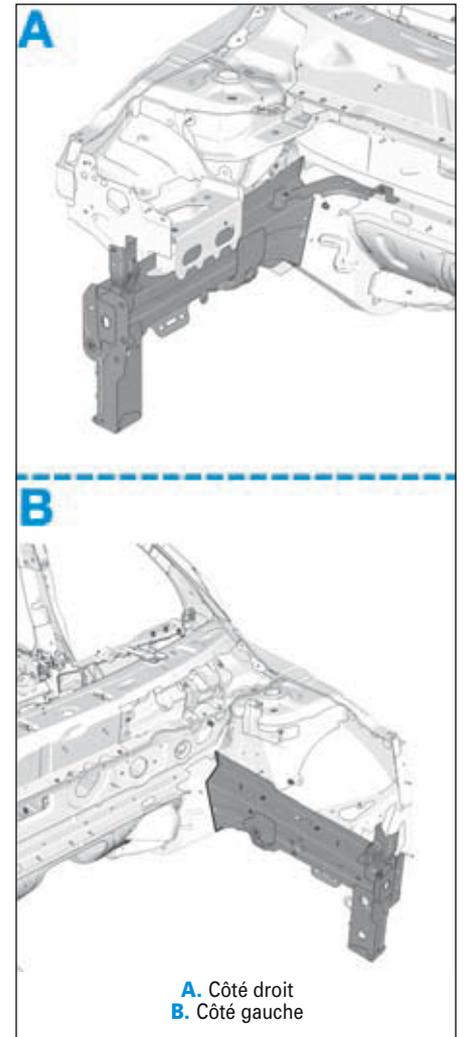

FIG.14
• Respecter les lignes de coupe (Fig.14).